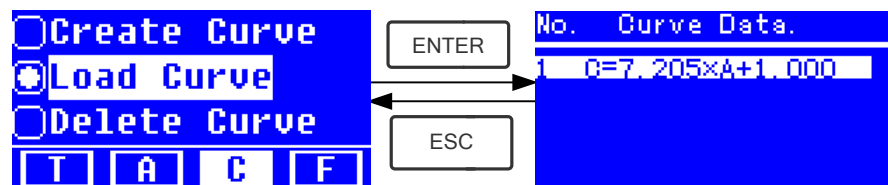

Fig. 4-13
- ★ Mova o cursor até "Load Curve" e pressione  para confirmar. Assim, o sistema entrará na interface de gravação das equações de curva. (Fig. 4-13)